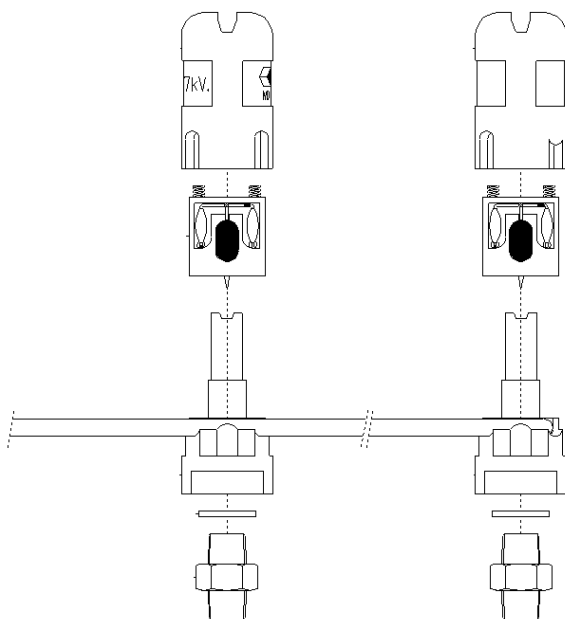

Abb. 3 Aufbau der HE-Sprühdüse
10.2.1. HE-Sprühdüse demontieren (siehe Abb. 3)